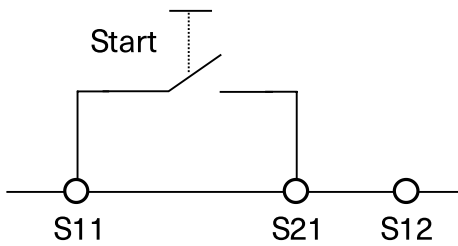
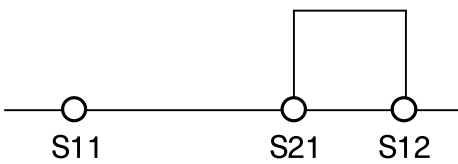

Abb. 11: Überwachter manueller Start. Es wird überwacht, dass der Startknopf geöffnet wurde, bevor der Sicherheitsschalter geschlossen wird
Abb. 12: Automatischer Start. Maximal zulässige Verzögerung beim Schließen der Sicherheitsschalter an S12 und S13/S14:
- 2. Startmodus auswählen** Verbinden Sie den Starttaster mit S11 und S21 für einen überwachten manuellen Start oder verbinden Sie S21 direkt mit S12 für einen automatischen Start (Abb. 11 oder Abb. 12). **WARNUNG:** Bei der Einstellung „Automatischer Start“ ist zu beachten, dass die Sicherheitskontakte unmittelbar nach dem Anlegen der Spannungsversorgung schalten. Bei der Einstellung „Überwachter manueller Start“ muss der Starttaster nach der Verdrahtung geöffnet werden.